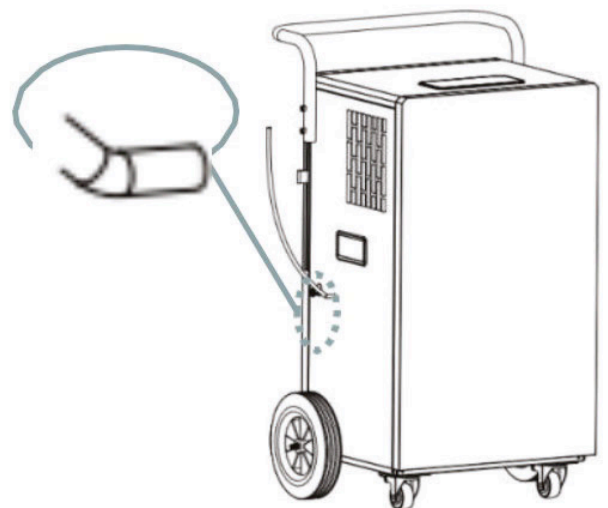

Fig. 2
3. Insérez le tuyau de drainage d'un diamètre intérieur de 5 mm dans la sortie de la pompe à eau (l'accès est possible sous n'importe quel angle). Comme indiqué sur la Fig. 2.